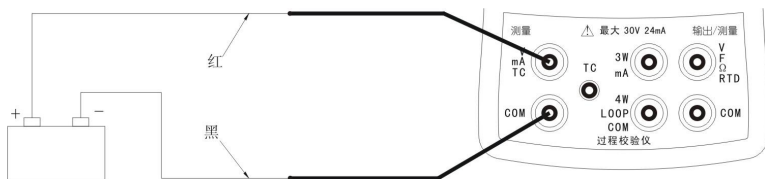

图 5 测量端测量电压
- (1) 按  直至屏幕上方显示直流电压“V”或“mV”测量。
- (2) 按照图 5 方式连接校验仪。
- (3) 屏幕上方将显示正确的测量值。